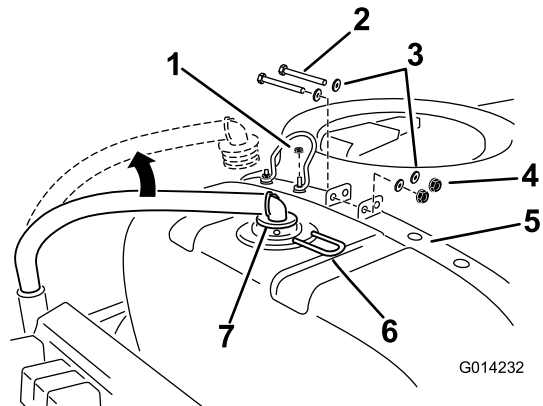

Figura 7
5. Desligue o tubo de fornecimento na parte traseira e superior do depósito principal (Figura 7).